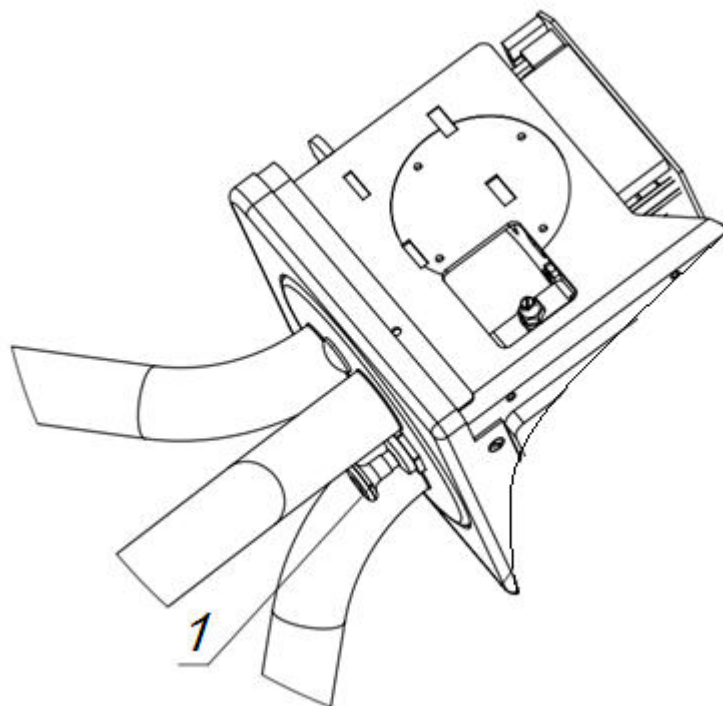
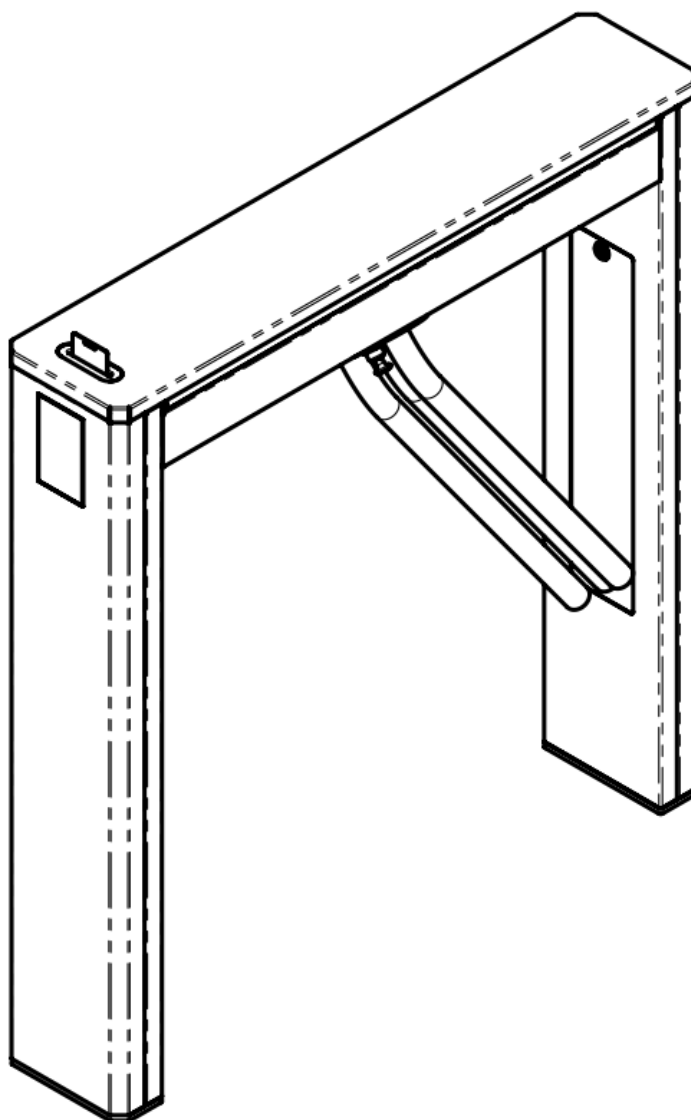

Рис. 6. Раскладывание планок в рабочее положение.
Рис. 7. Вид турникета со сложенными планками
- оттяните стопор фиксации 1 планок (рис. 6) , удерживая одну планку рукой в зафиксированном положении, разложите остальные планки в рабочее положение.
Переход в этот режим осуществляется механическим путем. Переведите турникет в режим «антипаника», для этого нажмите на пульте кнопку 4. Оттяните стопор фиксации 1 планок (рис. 6) , удерживая одну планку рукой в зафиксированном положении, другой рукой проверните другую планку по часовой стрелке, так чтобы все планки совместились. Затем все вместе сложенные планки поверните вниз (рис. 7)